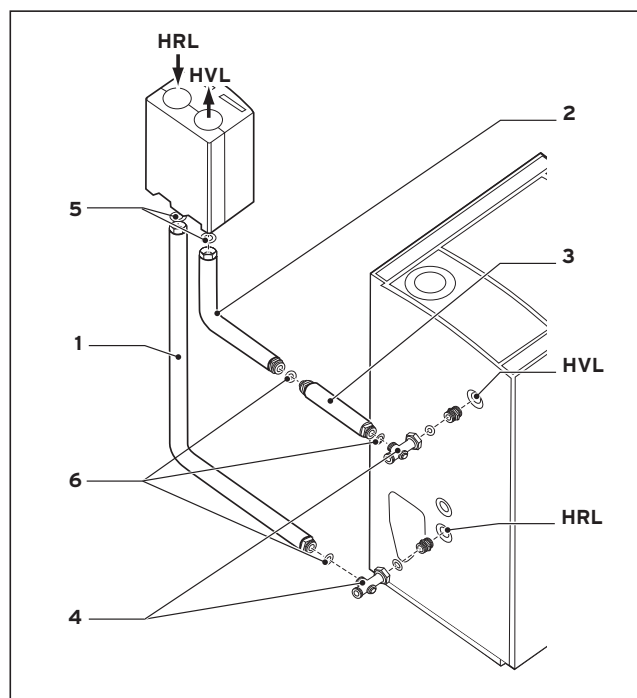

Fig. 3 : Montage d'un groupe de tuyau sur le côté droit de l'appareil (modification du groupe de tuyaux obligatoire)
Lors du positionnement du groupe de tuyaux (faisceau hydraulique) sur le côté droit de la chaudière (voir fig. 3), assembler le tube de départ composé des deux éléments (2) et (3).